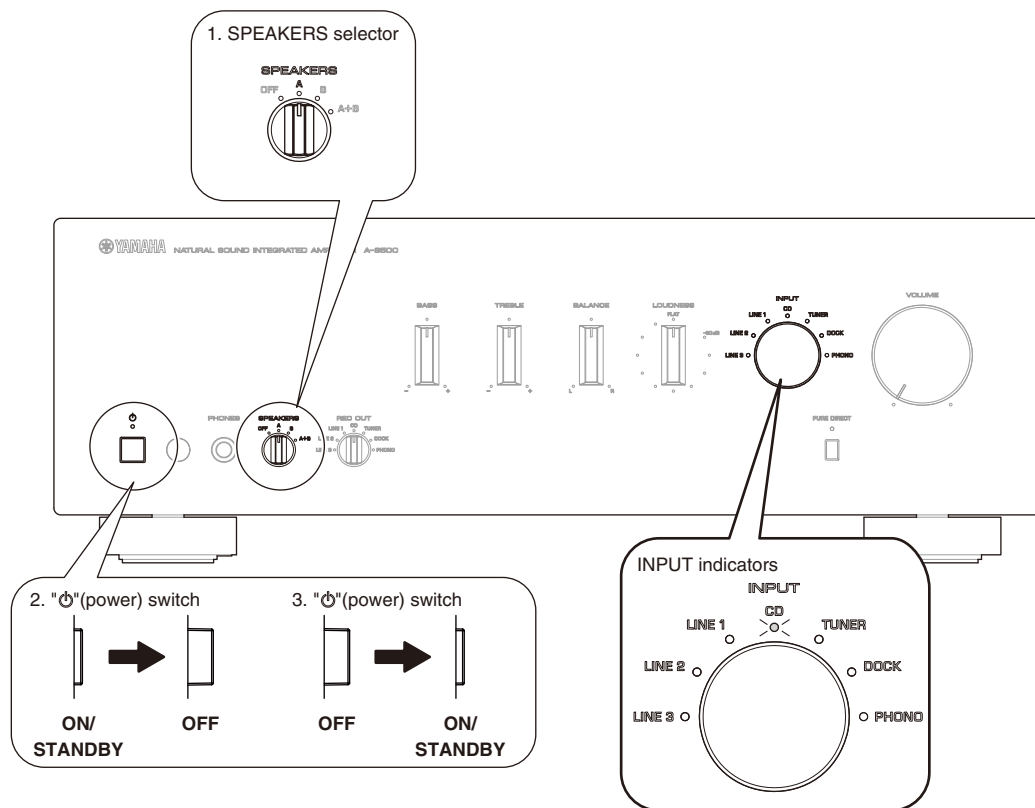

Fig. 6
- Set the SPEAKERS selector to the A position. (Fig. 6)
- SPEAKERS セレクターを A の位置に設定します。(Fig. 6)